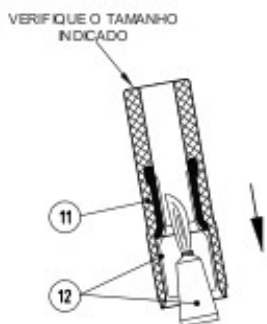
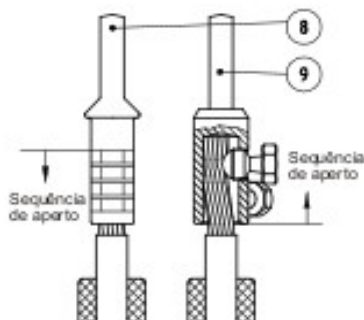

FIGURA 2
FIGURA 3
3 - COLOQUE A CAPA PLÁSTICA PROTETORA (13) E PASSE A PASTA DE MONTAGEM (12) CONFORME INDICADO NA FIGURA 2. MONTE O CONE DE ALÍVIO (11) COM FIRMEZA ATÉ O ENCOSTO, OU SEJA, ATÉ QUE A PARTE CONDUTORA DO CONE DE ALÍVIO ENCOSTE NA MALHA DE ATERRAMENTO. RETIRAR A CAPA PROTETORA (13). MONTE O TERMINAL DE COMPRESSÃO (8) ou (9) CONFORME INDICADO NA FIGURA 3.